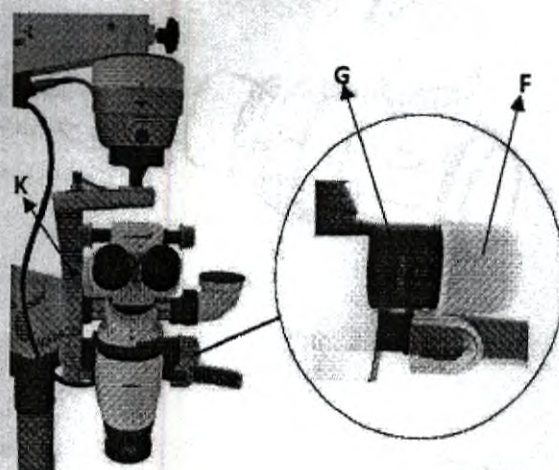

Рис. 19
- Для выбора желаемого уровня увеличения воспользуйтесь ручкам (F) на Увеличителе.
- Вращайте ручки по ходу часовой стрелки для увеличения и против хода часовой стрелки для уменьшения уровня увеличения, смотрите рисунок 19.
- Нажатие Красной кнопки (G), расположенной рядом с Индикатором Увеличения, задействует 8 уровней увеличения. Нажатие этой же кнопки с другой стороны включает постоянное увеличение.
- Воспользуйтесь Кнопками Муфт (А) на наклонном плече и (А.1) на рукоятке для вывода в центр поля обзора области интереса, смотрите рисунок 19.